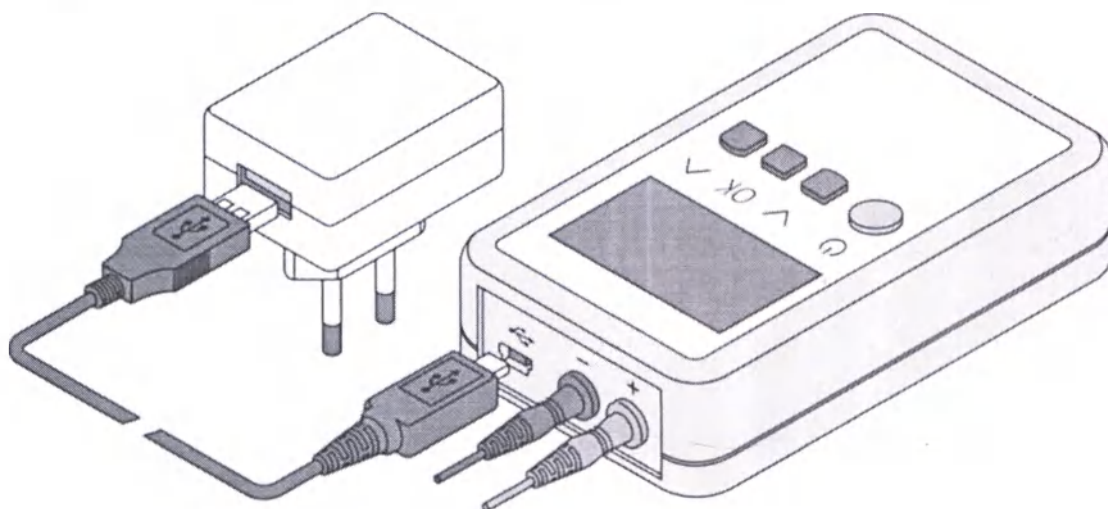
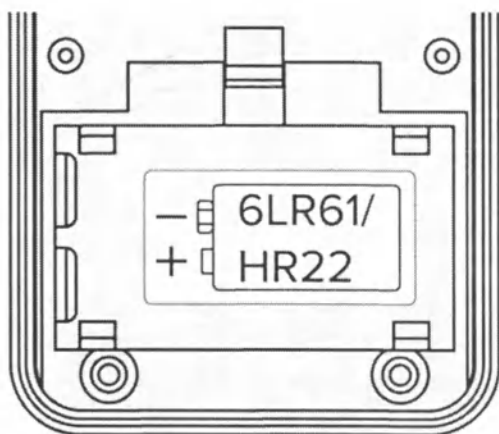

Рис. 1. Подключение Нейростим к сети с помощью блока питания
Рис. 2. Батарейный отсек прибора
1. Подключите прибор Нейростим к сети, используя блок питания (рис. 1), или вставьте в батарейный отсек, расположенный на задней поверхности прибора (рис. 2), элементы питания, соблюдая полярность.